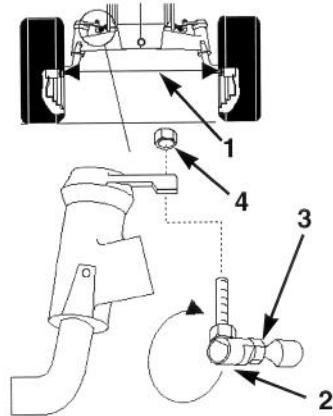

Bild 30
Die Vorspur der Vorderräder vorschriftsmäßig beibehalten. Bei ungleichmäßiger Reifenabnutzung, Rasenskalpierung oder schwerer Lenkung ist u.U. eine Einstellung erforderlich. Die Vorspur alle 100 Betriebsstunden oder einmal jährlich kontrollieren, je nachdem, welcher Zeitpunkt zuerst eintritt (Bild 30).
3. Die Messung ist auf Spindelhöhe zwischen den Naben an der Vorder- und Rückseite der Räder vorzunehmen (Bild 30).
2. Das Kugelgelenk vom Lenkstockhebel entfernen (Bild 30).
4. Die Flachstellen des Kugelgelenks zum Abstimmen mit den Flachstellen der Spurstange festhalten und die Klemmutter festziehen (Bild 30).